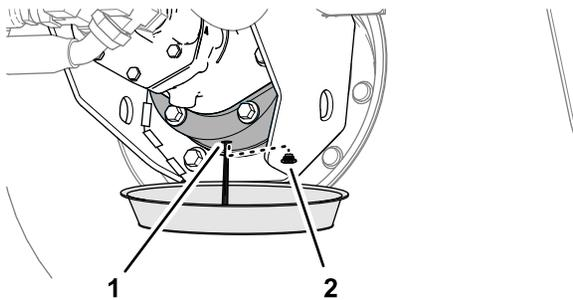

図 100
- ブレーキハウジングの下に容器を置き、ドレンプラグを外してオイルが完全に抜けるのを待つ 図 100。